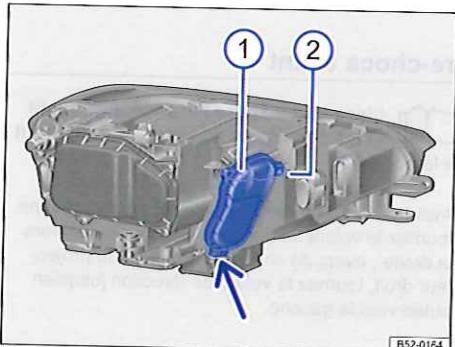

Fig. 255 Dans le compartiment-moteur : cache du projecteur avant gauche ① feu de braquage et clignotant
3.	Rabatbez vers le haut l'étrier de retenue ⇒ fig. 255 ② situé au dos du projecteur puis retirez le cache ①.